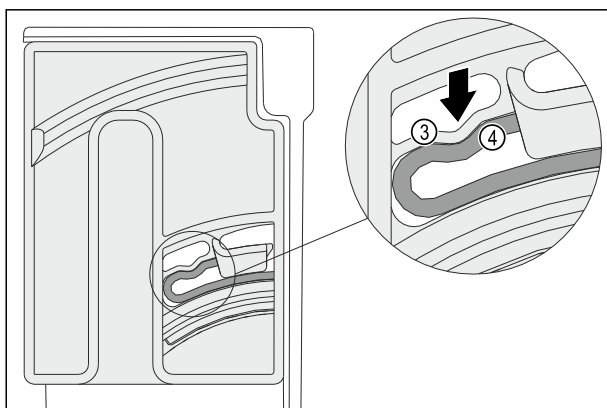

Fig. 115
- Еластичният елемент Fig. 115 (3) на завъртащото устройство се фиксира с щракване в кръглата форма на реброто Fig. 115 (4).